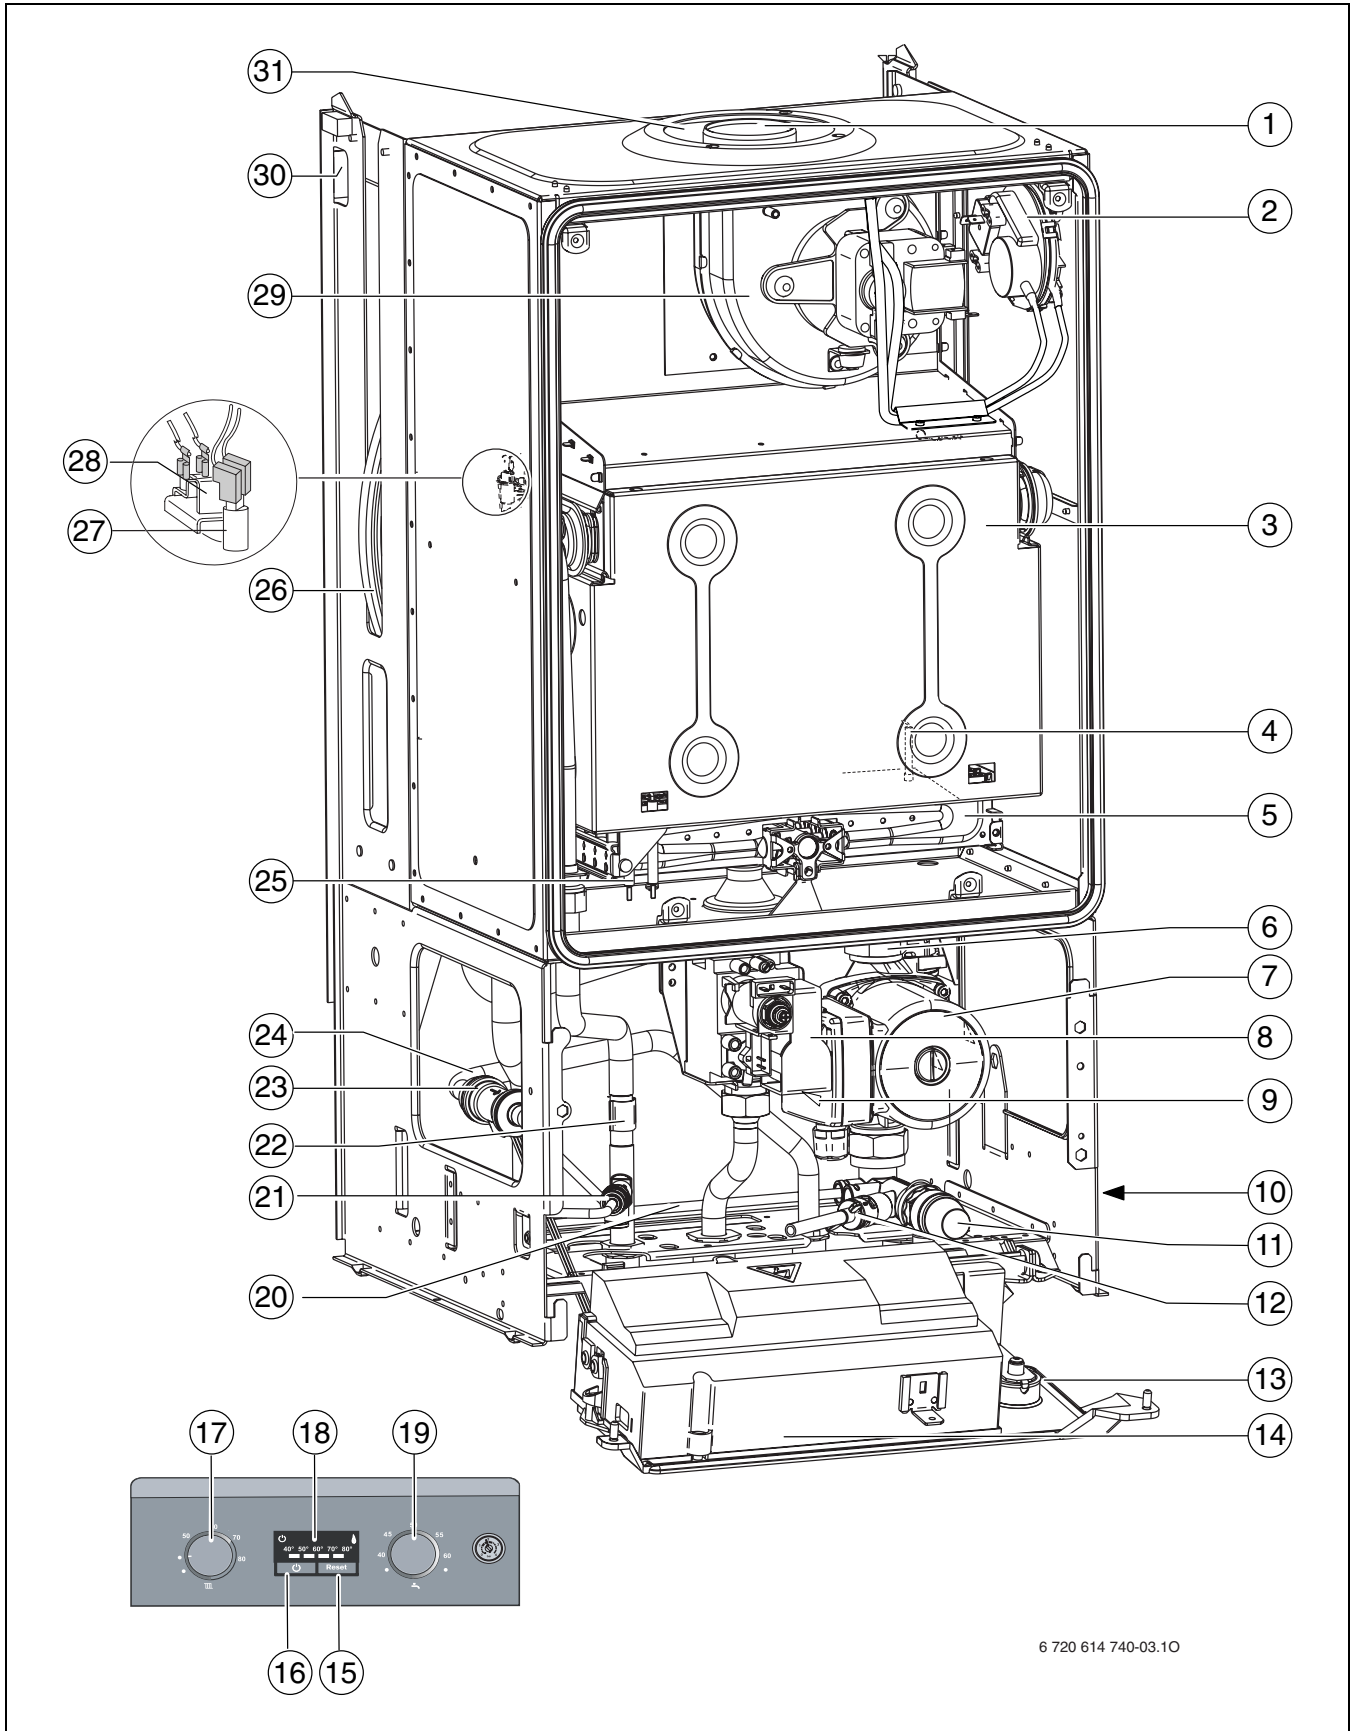

Fig. 3
Plăcuța de identificare se găsește în partea dreaptă a aparatului sub traversă (→ fig. 3, [10], pagina 8).
**Legendă la fig. 3:**